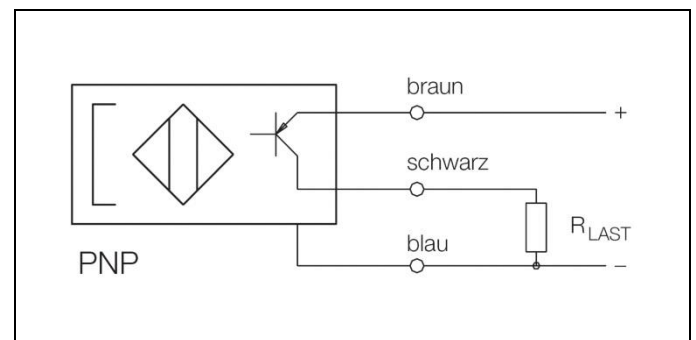

Abb. 8: Schaltplan für PNP (+) Magnetsensor
- Mit S2 entsprechend vorgehen, so dass sich ein Signalverlauf nach Bild 8 einstellt.